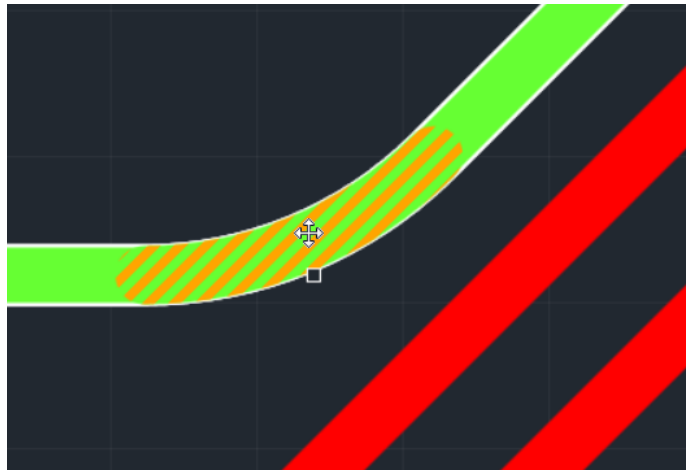

Рис. 294 Выбор области скругления
1. Выберите скругление на треке, см. Рис. 294.